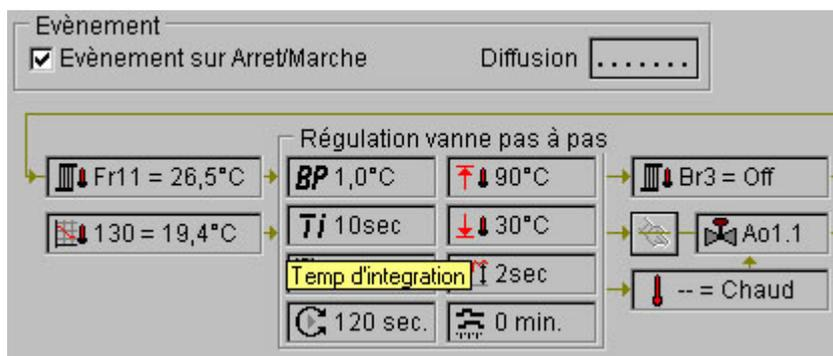

Figure 2.61 : Ressource Régulation vanne pas à pas - Temps d'intégration
- Temps d'intégration : il vous indique en secondes, le temps nécessaire pour que la variation de sortie du régulateur soit égale à la variation de l'échelon d'entrée (voir figure 2.61).